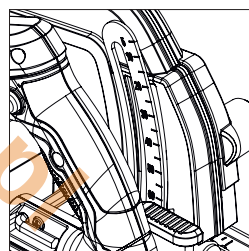

Rys. 10
(12) DOSTOSOWANIE GŁĘBOKOŚCI CIĘCIA
- Należy położyć mechanizm blokady ustawienia głębokości poprzez uniesienie dźwigni. **(Rys. 10)**